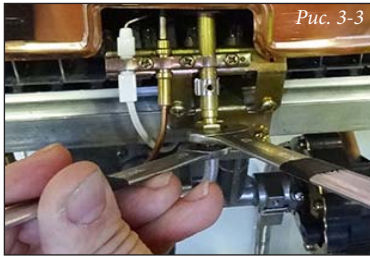

Рис. 3-3
- отсоедините трубу подачи газа на запальную горелку (Рис. 3-3 и 3-4);